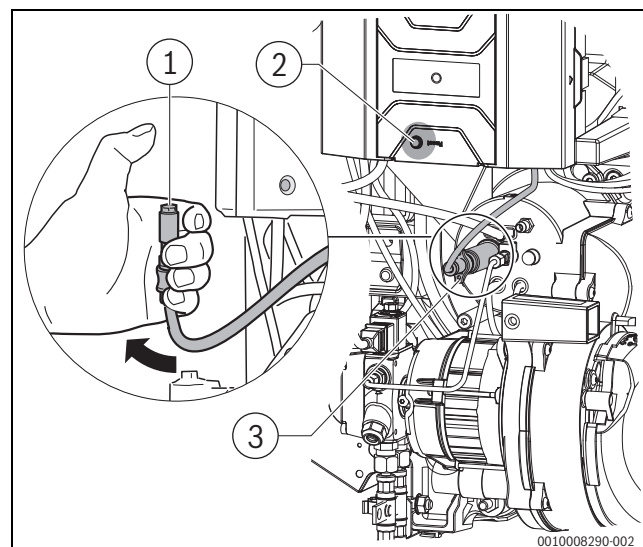

Fig. 44 Vérifier le fonctionnement de la sonde de détection de flamme
- ▶ Retirer la sonde de détection de flamme du support en la maintenant à la poignée prévue à cet effet, pendant le fonctionnement du brûleur (→ fig. 44, [3]).
- ▶ Découvrir la sonde de détection de flamme avec le pouce (→ fig. 44, [1]). Un arrêt en cas de défaut a lieu après le redémarrage.
- ▶ Après un délai d'attente d'env. 30 secondes, déverrouiller l'automate de combustion en appuyant sur la touche reset (→ fig. 44, [2]) ou la touche reset sur l'appareil de régulation.